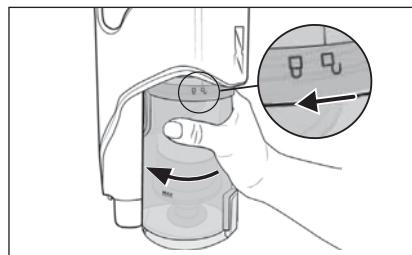

Fig. 19
- 2) Per rimuovere il contenitore della polvere 7 dall'apparecchio, ruotarlo in direzione del simbolo □ (aprire), fino a quando non sarà possibile staccarlo dall'apparecchio (vedere fig. 19).